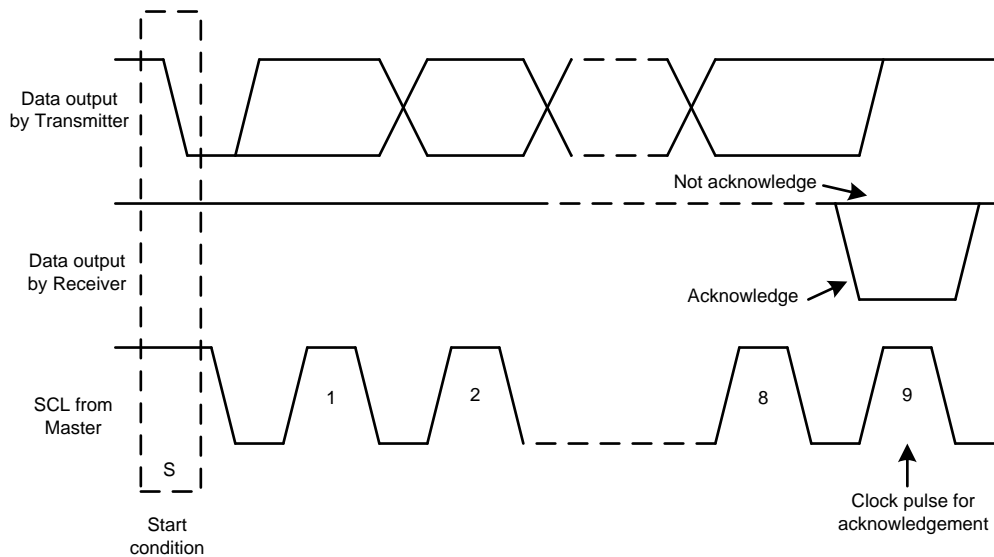
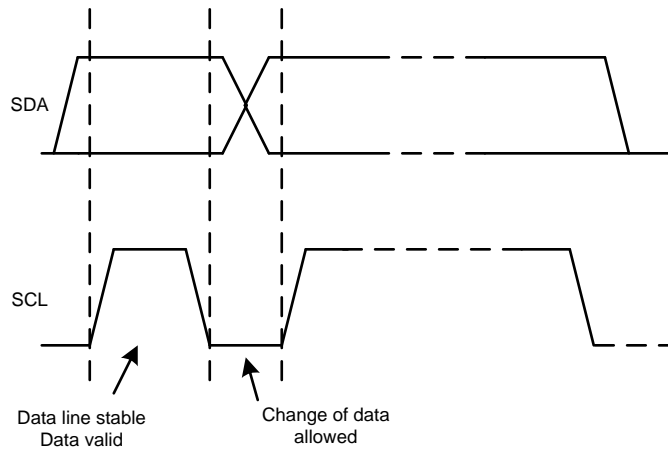

图 56. I²C™ 总线上的确认和非确认
图 58. I²C™ 总线上的位传输
除了特定的时序信号之外，I²C™ 接口还使用串行字节。在每个字节结束时，第九个时钟周期产生并检测确认信号。确认是指 SDA 线在第九个时钟周期的高电平期间被拉低。非确认是指 SDA 线在第九个时钟周期的高电平期间保持高电平，如图 56 所示。
- 主器件随后产生 SCL 脉冲，并在 SDA 线上发送 7 位地址和读取/写入方向位 (R/W)。在所有传输期间，主器件确保数据有效。有效数据条件要求 SDA 线在时钟脉冲的整个高电平期间保持稳定，如图 58 所示。所有器件都识别主器件发送的地址，并将其与内部固定地址进行比较。只有具有匹配地址的从器件才会通过在第 9 个 SCL 周期的整个高电平期间拉低 SDA 线来产生确认（如图 56 所示，在第 9 个 SCL 周期的整个高电平期间将 SDA 线拉低）。在检测到该确认时，主器件便知道已建立与从器件的通信链路。